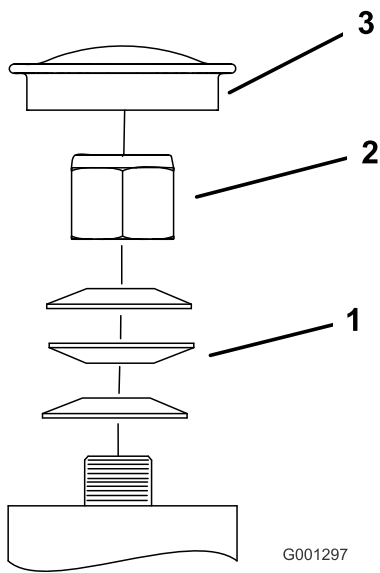

Figure 65
3. Retirez le capuchon antipoussière de la roue pivotante et serrez le contre-écrou (Figure 65).
4. Continuez de le serrer jusqu'à ce que les rondelles élastiques soient aplaties, puis desserrez-le de $\frac{1}{4}$ de tour pour obtenir la précharge correcte des roulements (Figure 65).
Important: Veillez à placer les rondelles élastiques comme montré à la Figure 65.
5. Remettez le capuchon antipoussière en place (Figure 65).